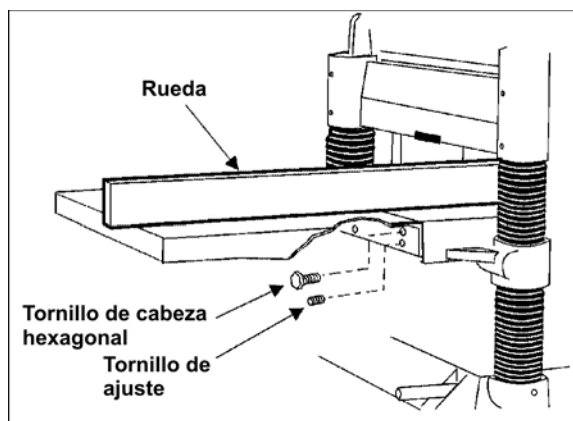

Figura 9
1. Monte una mesa de hierro fundido en el borde de la mesa principal con los tres tornillos de cabeza hexagonal M 8x25 (Figura 9) usando una llave de 12 mm. Por ahora, no apriete los tornillos por completo.